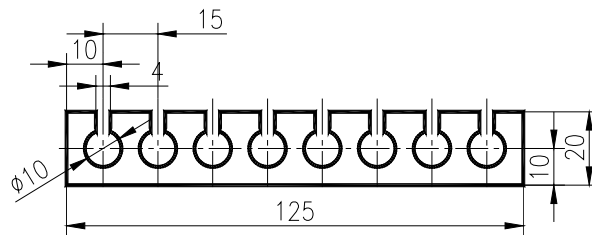

Fig. U7.11
1. Realizați desenul din Fig. U7.11 utilizând comanda *ARRAY*, opțiunea *R* (o linie 8 coloane) pentru cercul și fanta din mijloc.